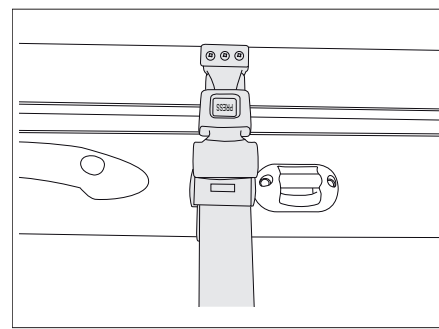

Fig. 154 Ceinture de sécurité du lit escamotable manuel
- Fixer le lit escamotable au toit avec la ceinture de sécurité (Fig. 154).